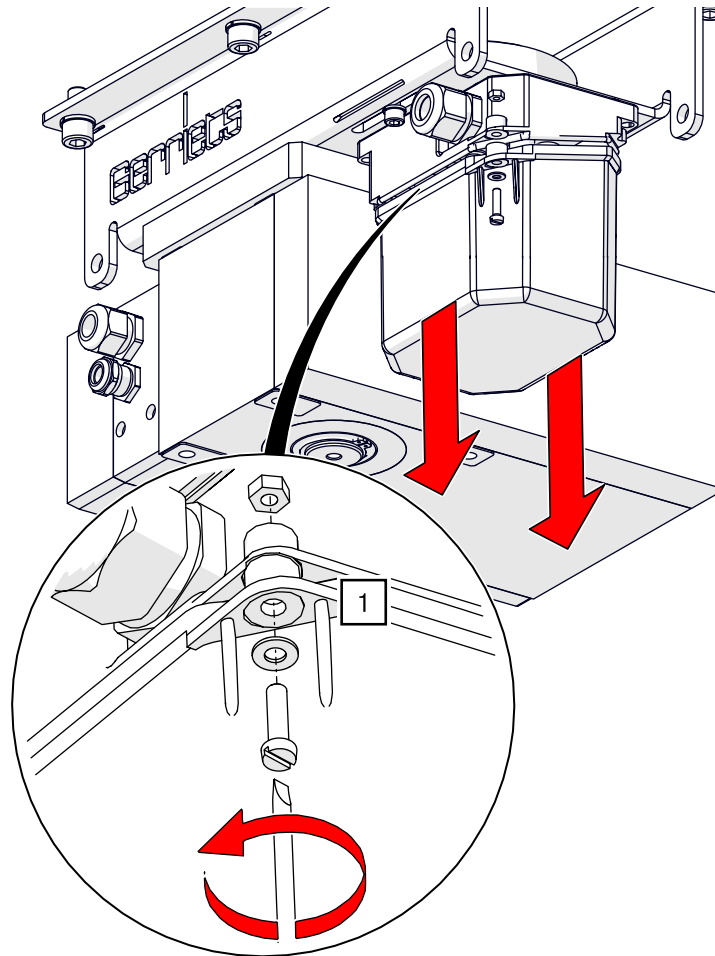

Abb. 96: Not-Endschalter einstellen – Einstellräder freigeben
1. Lösen Sie die Gehäuseschrauben mit einem Schlitzschraubendreher / ISK und ziehen Sie das Endschaltergehäuse ab (siehe Abb. 96).